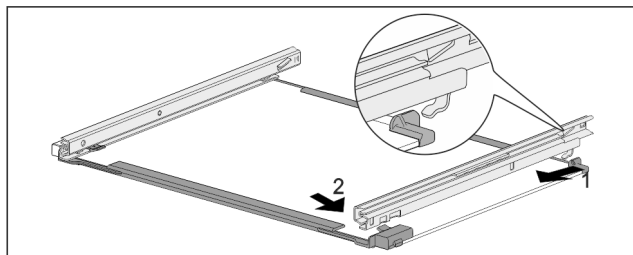

Fig. 68 Sklenená doska s koľajničkami
- ▶ Zaháknite koľajničku vzadu. Fig. 68 (1)
- ▶ Zaklapnite koľajničku vpredu. Fig. 68 (2)